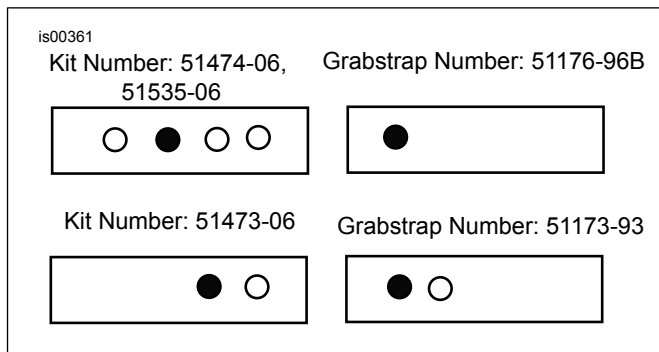

Figura 3. Informações sobre a instalação da tira de apoio
3. Instale a nova tira do passageiro do kit de acordo com o diagrama da Figura 3. Instale a arruela e a porca e aperte-a com torque de 11–18 N·m (8–13 ft-lbs).